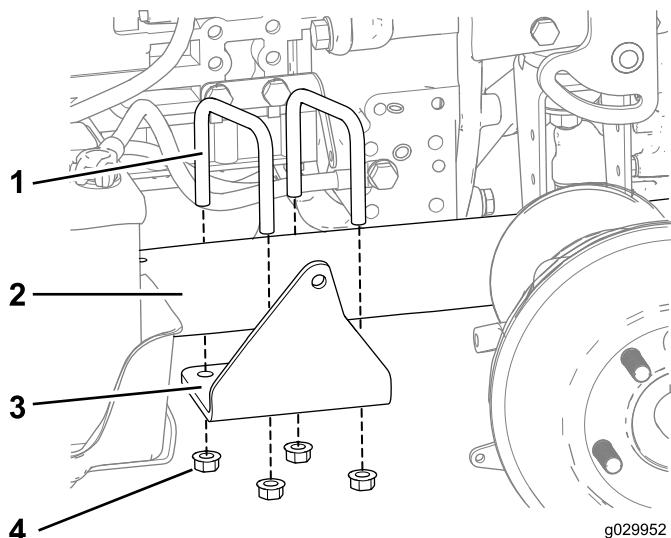

図7
1. シリンダマウントをフレームに仮止めするUボルト2本とナット3/8インチ4個を使用し、図7に示すように取り付ける。
7. フランジナット4個を締め付けて取り付けブレケットをフレームに固定する図7。